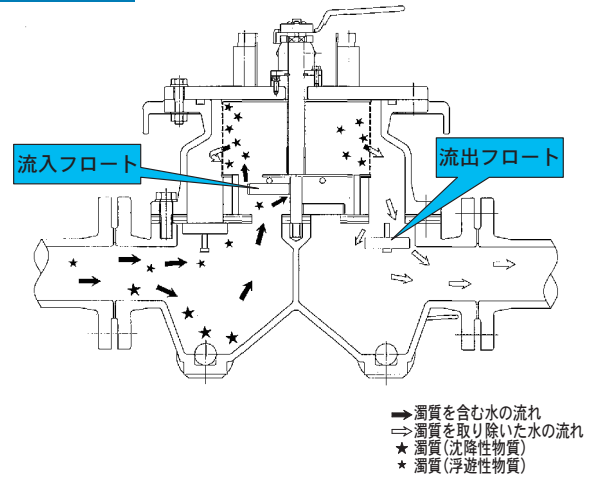

図2 水の流れ図
- 2) ループ状の管路では、水の流れ方向が定まらずに変化することがありますが、そういった双方向流れの管路に設置できます。図2は、流水方向が左から右の状態を示します。流れ方向が逆になった場合には、流入・流出フロートがそれぞれ上下に移動し、濁質が下流に流出しない構造となっています。